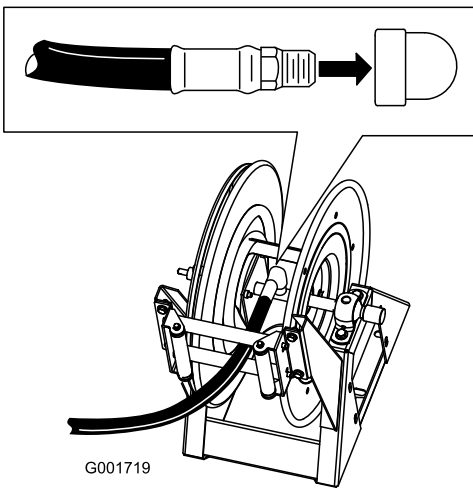

Figura 56
1. Aplique fita de Teflon em torno das estrias do encaixe na tubagem longa, e instale o encaixe no tubo de ligação da bobina (Figura 56).